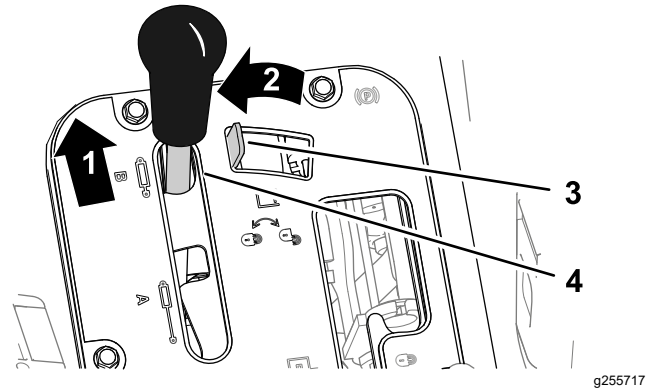
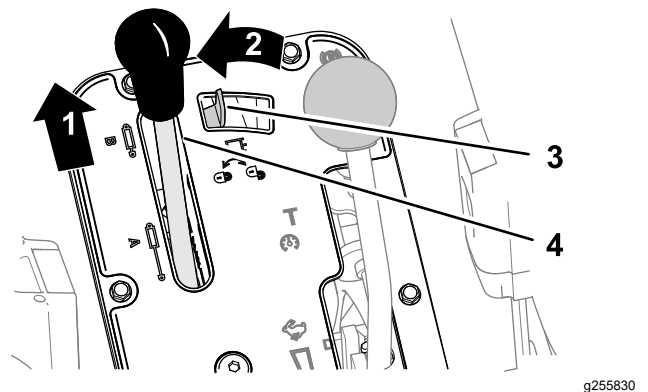

图 90
图 91
1. 向前推液压提升杆 图 90或图 91。
2. 向左移动液压提升锁以接合锁 图 90或图 91。